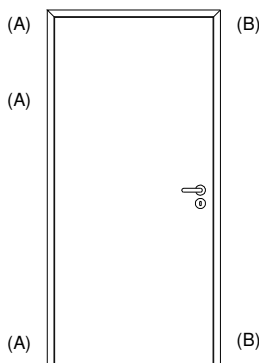

Abb.2: Ansicht 1-flügl. Blockzarge (überschlagseitig)
Verpackung öffnen und die Blockzarge entnehmen. Prüfen Sie die Teile vorher auf Fehler. Beanstandungen können nach dem Einbau nicht mehr berücksichtigt werden. Anschlag und DIN – Richtung festlegen. Wir empfehlen die Blockzarge ebenfalls über Wandanker an der Rohwand zu befestigen. Wählen Sie je nach Wandart die richtigen Schrauben zur Montage aus (nicht im Montageumfang enthalten). Legen Sie die Lage/Höhe der Befestigungslöcher fest (Abb.2 oder 3) und übertragen Sie diese auf die Blockrahmenteile. Es empfiehlt sich vorher die Wandbefestigungslöcher durch die schon montierte Putzkantenzarge hindurch zu bohren (min. 2 Löcher (A) und (B) im Höhenbereich der Bänder). Bei 2-flügligen Elementen muß zusätzlich im mittleren Bereich oben quer min. 1x befestigt werden (C). Es kann auch leicht schräg gebohrt werden. Entnehmen Sie vor der Bearbeitung die PVC-Dämpfungsprofile aus der Blockzarge und bohren Sie im Falzgrund im Bereich der Dichtung. Der Schraubenkopf muß entsprechend vorgesenkt werden, so daß nach Eindrehen der Wandanker die Schraubenköpfe bündig mit dem Falz abschließen.